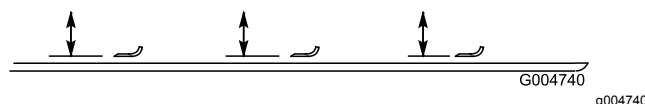

Figura 108
2. Ruotate la lama fino a quando le estremità non sono rivolte in avanti e indietro e misurate la distanza tra l'interno del piatto di taglio e il tagliente sulla parte anteriore della lama (Figura 108).